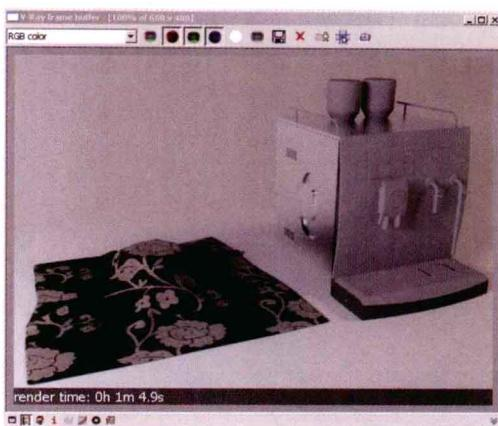

图1.13 再次测试效果
**STEP 03** 进行渲染，效果如图1.13所示，观察渲染的结果除阴影部分噪波的消失以外，其他并没有改善，咖啡机上的细小线条仍然模糊，而且渲染时间必然有所增加，所以DMC Sampler